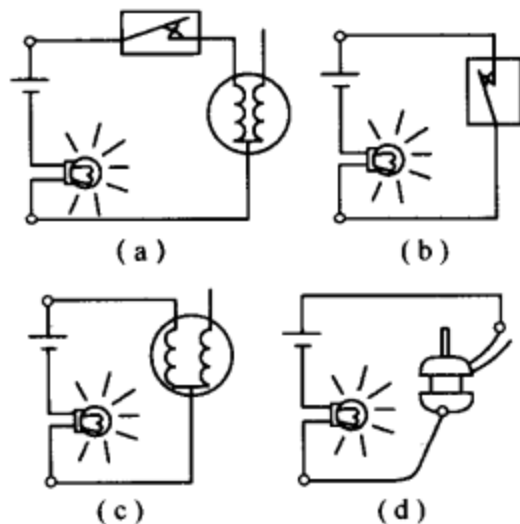

图 1-54 干电池试验灯的使用
(2)干电池试验灯。干电池试验灯可用来检查电路的通断、电气件内部电路的通断和负载件是否通地。使用时要把试验灯接成回路状态，如图 1-54 所示。如试验灯亮，则电路或电气件通，或电气件通地。